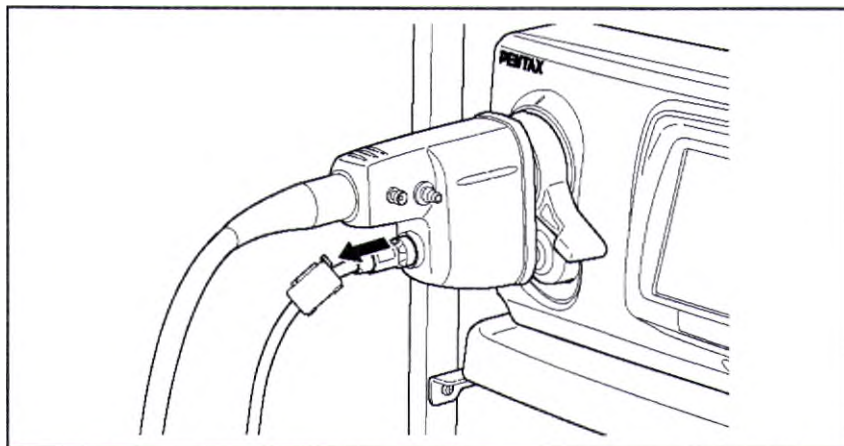

Рисунок 6.1
3. Отсоедините кабель УУН от навигационного разъема эндоскопа (см. рисунок 6.1).